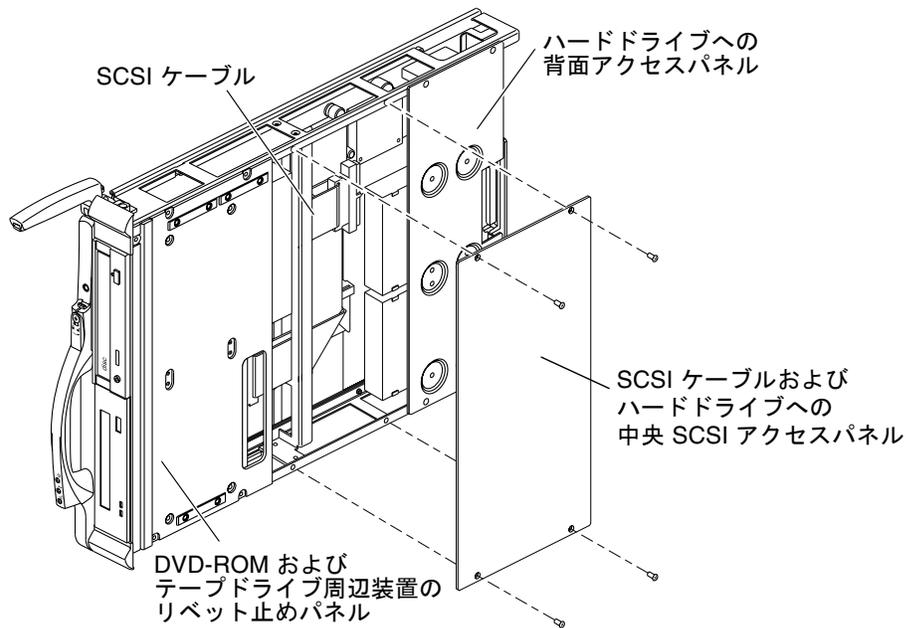

図 2-7 SC 周辺装置ボードおよび中央のアクセスパネル — 分解図
4. SC 周辺装置ボードの内部コンポーネントを取り扱うため、図 2-7 に示すように、中央の SCSI アクセスパネルから 4 本の M3×6 皿頭ねじを外します。